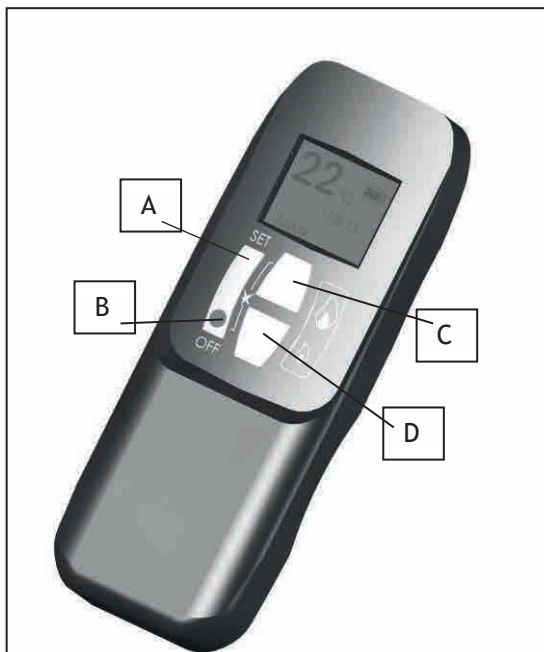

fig. 1.1 Fjernkontroll
Innen 20 sekunder trykk på D knappen (fig. 1.1) til du hører et langt signal som bekrefter at senderkode er satt.
Trykk på AV-knappen (knapp B fig. 1.1) på fjernkontrollen. Dette vil slukke alle brennere inkludert pilotflammen.
Merk: - Hvis du gjentatte ganger trykker på den lille flamme knappen (knapp D fig. 1.1) vil brennerne skrues av men pilotflammen vil være tent.
For å øke flammen, trykk på den store flamme knappen (knapp C fig 1.1.).
For å redusere flammen, trykk på den lille flammen knappen (knapp D fig 1.1.).
Trykk samtidig på OFF og LITEN FLAMME (knapper B og D fig. 1.1) inntil displayet skifter fra Fahrenheit/12 timers klokke til Celsius/24 timers klokke og vice versa.
B. Samtidig å trykke på STOR FLAMME og LITEN FLAMME (knapper C og D fig. 1.1)
Trykk på STOR FLAMME (knapp C fig. 1.1) for å stille timer.
Trykk på den LITEN FLAMME (knapp D fig. 1.1) for å stille minutter.
Trykk OFF (knapp B fig. 1.1) for å gå tilbake til standard driftsmodus eller bare vent og den vil gå tilbake til standard modus etter ca. 15 sekunder.